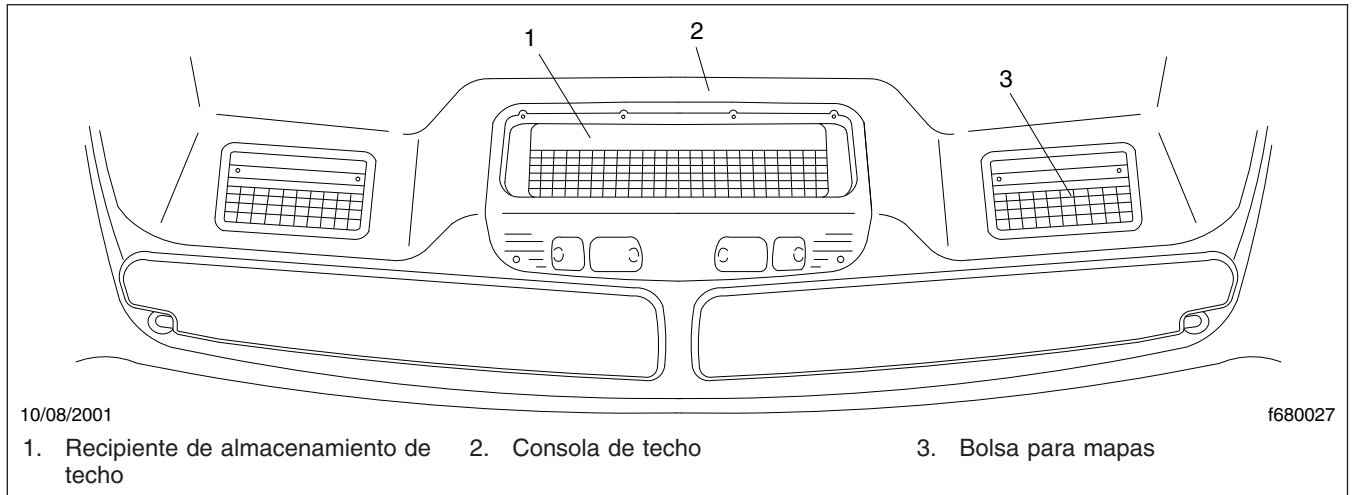

Figura 5.22, Área de almacenaje de techo
La mayoría de los vehículos equipados con una consola de techo tienen un recipiente de almacenaje situado en la consola de techo. Vea la Figura 5.22. El recipiente de almacenamiento de techo se retira a menudo para poner en su lugar la radio de banda ciudadana (CB).